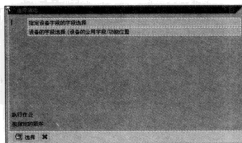

图 10-86 “选择活动”对话框
STEP 1 在命令栏输入 SPRO 命令，通过菜单选择“工厂维护和服务→工厂维护和服务中的主数据→技术对象→设备→定义设备主记录的字段选择”选项，在弹出的界面中单击“”按钮，弹出“选择活动”对话框，如图 10-86 所示。